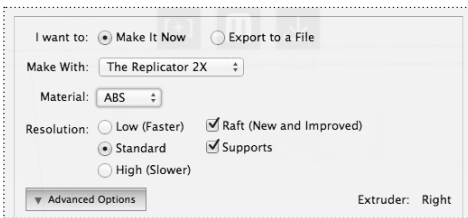

Рис. 10.12
9. В диалоговом окне Make (Создание объекта) должны быть установлены следующие флажки [Рис. 10.12]: